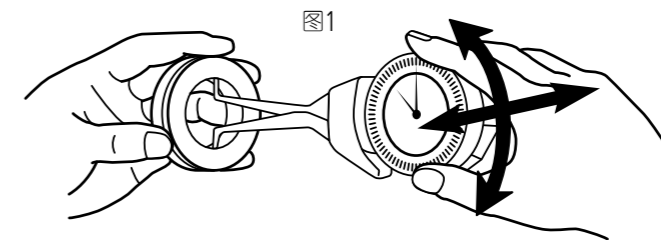

图1
3. 使用基准器(环规、千分尺、基准规等)，上下左右移动量爪，读取指针指向的最小值，调整基准点。(图1)